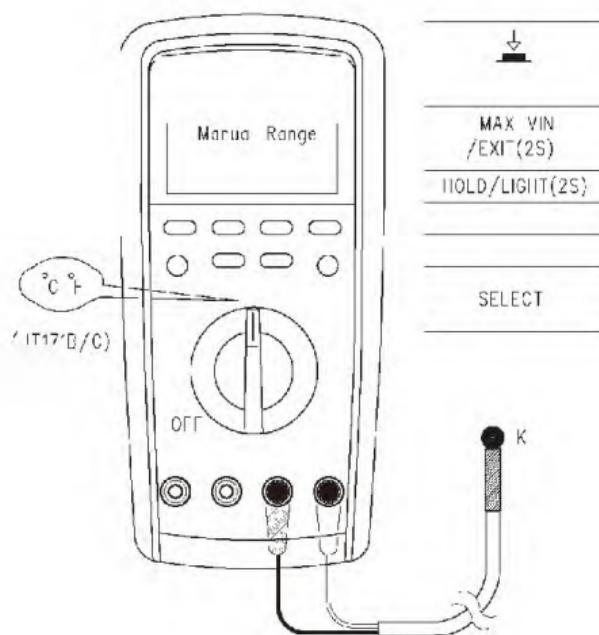

Figura 9
7. Medição de temperatura (veja a Figura 9)